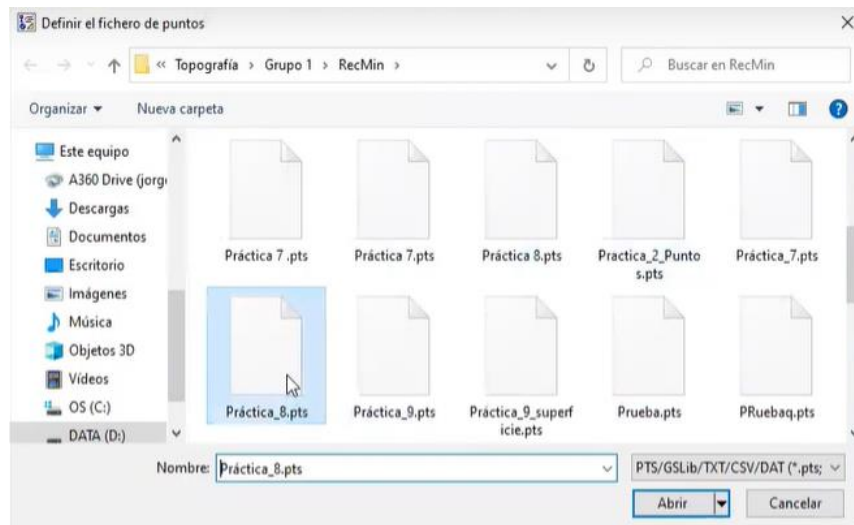

Figura 360. Archivo importado.
33. En la nueva pestaña, buscar y seleccionar el archivo que se importó. Presionar “Abrir”. Figura 360.